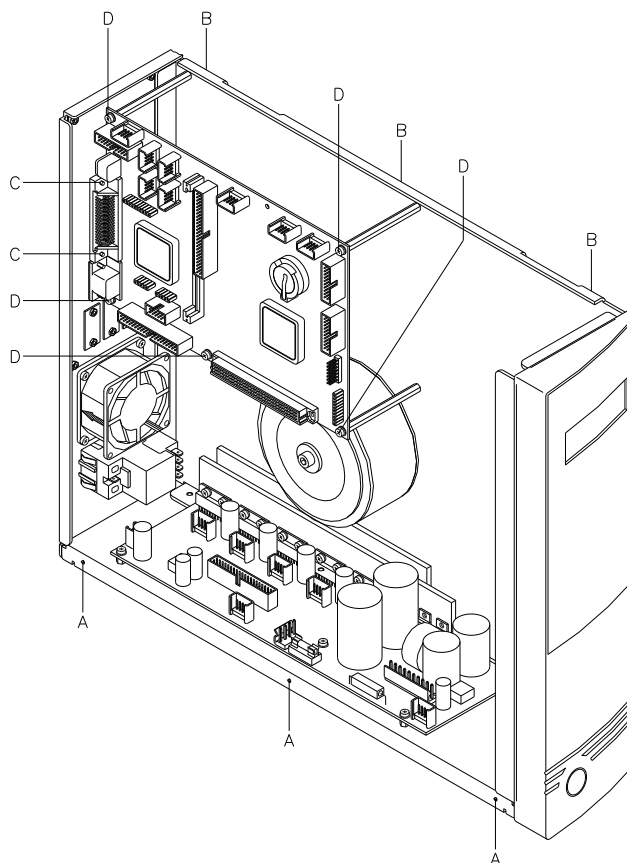

Figura 11
2. Sujete la placa con los cinco tornillos de sujeción (D, Figura 11).
3. Coloque los dos tornillos de sujeción (C, Figura 11) del puerto Centronics.
6. Coloque nuevamente con los tornillos (A + B, Figura 11) la tapa izquierda de la impresora.